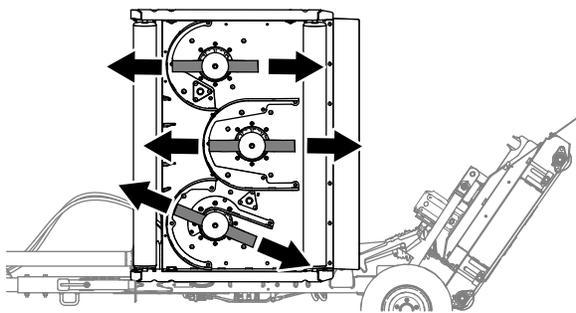

Рисунок 70
- Выровняйте нож газонокосилки, как показано на Рисунок 70.